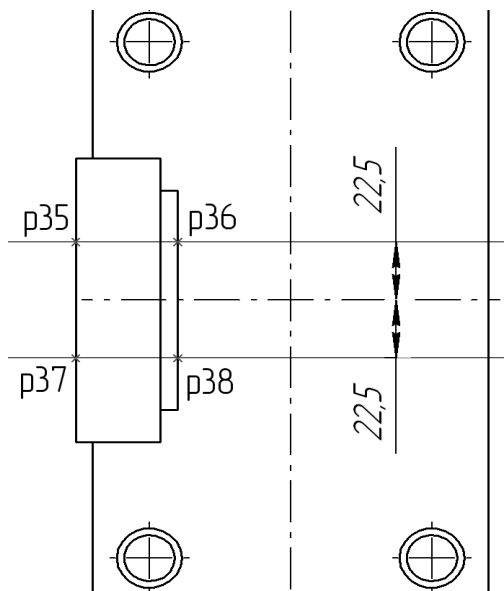

Рис. 51.87.
10. Постройте две вспомогательные прямые параллельно горизонтальной осевой линии по размерам на рис. 51.87.